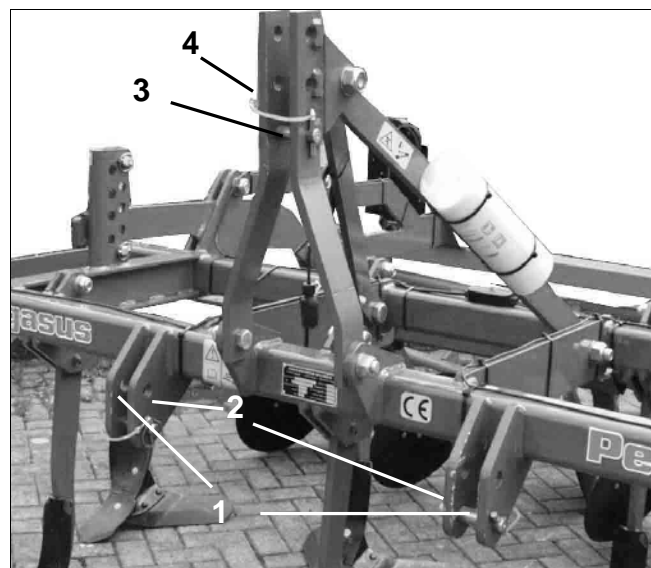

Fig. 8
- Die Unterlenker des Schleppers mittels Unterlenkerbolzen (Fig. 8/1) an die unteren Kupplungspunkte der Maschine anbauen und mit Klappstecker (Fig. 8/2) sichern.
- Den Oberlenker des Schleppers mittels Oberlenkerbolzen (Fig. 8/3) an den oberen Kupplungspunkt der Maschine anbauen und mit Klappstecker (Fig. 8/4) sichern.